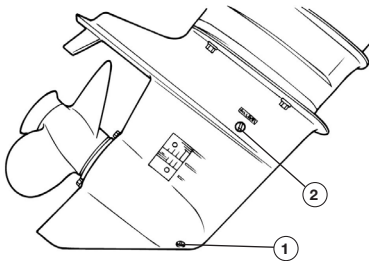

Рис. 48 Пробки сливного и контрольного отверстий
1. Наклоните мотор так, чтобы сливное отверстие было в самом нижнем положении (Рис. 48).
3. Выкрутите пробку 1 сливного отверстия (Рис. 48).
4. Выкрутите пробку 2 контрольного отверстия (Рис. 48), это позволит маслу быстрее стечь.
7. Когда масло начнет выступать из контрольного отверстия, сначала закрутите пробку 2 контрольного отверстия (Рис. 48), затем пробку 1 сливного отверстия (Рис. 48).